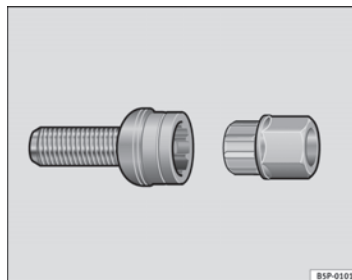

Fig. 174 Tornillo anti-robbo de la rueda
- Coloque el adaptador hasta el tope en el tornillo antirrobo de la rueda ⇒ página 263, fig. 174.